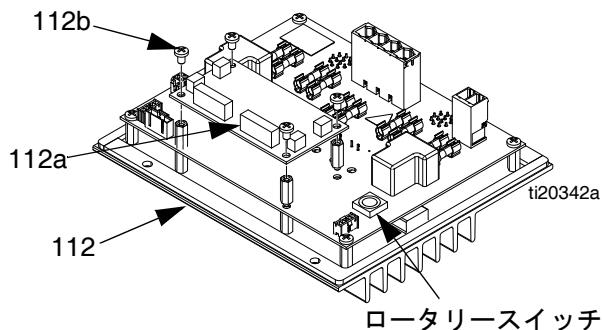

図 46
1. MZLP ロータリースイッチをドーターカード付き MZLP で「1」に設定します。MZLP ロータリースイッチをドーターカードなしの MZLP で場所に応じて「2」または「3」に設定します。ロータリースイッチの場所については、図 46 を参照してください。